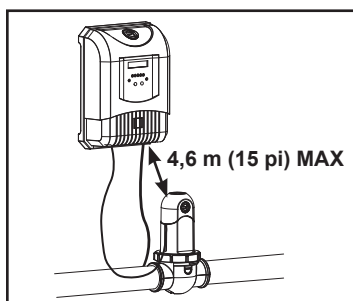

Figure 4. Exigences d'installation
2. Visser le support du bloc d'alimentation à un mur où il sera bien fixé en s'assurant qu'il soit placé à pas plus de 4,6 m (15 pi) de la cellule (Voir Figure 4 et 5).